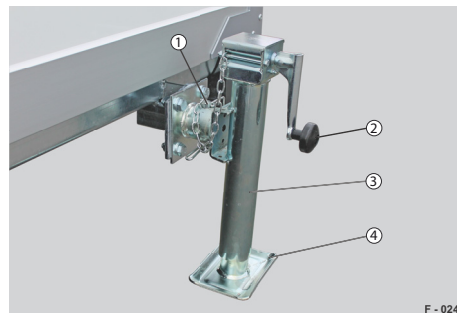

Abb. 35 Teleskopkurbelstütze mit Kurbel, Stützstellung
- ▶ Stütze (Abb. 35/3) herunterschwenken.